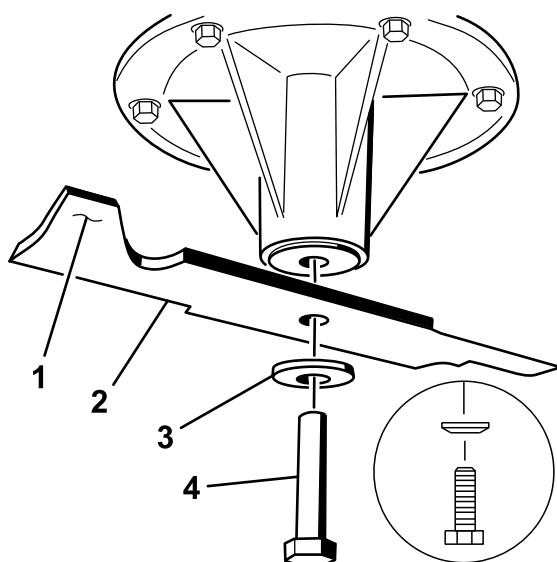

Figura 96
1. Instale la cuchilla en el eje (Figura 96).
2. Instale la arandela de muelle y el perno de la cuchilla (Figura 96).